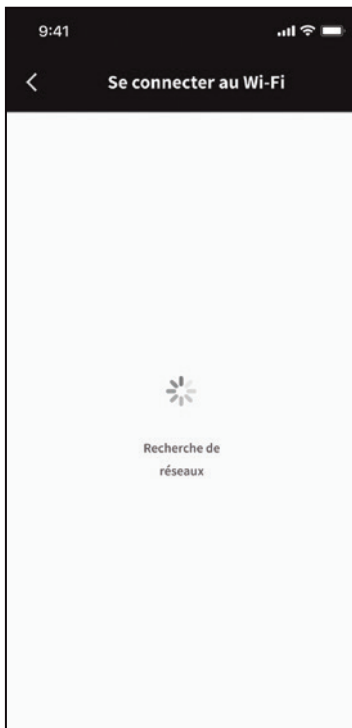

Fig. 31
- e. Sélectionnez le réseau Wi-Fi désiré et connectez-vous en entrant le mot de passe Wi-Fi de votre domicile (**Fig. 31 & 32**).